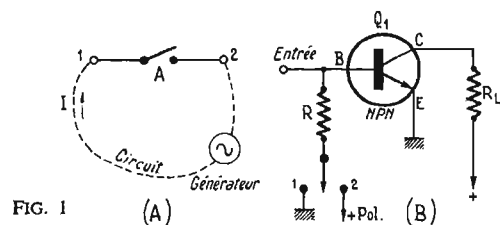

FIG. 1
Considérons d'abord sur le commutateur le plus simple, l'interrupteur, représenté en (A) figure 1, en position « coupé ». Si les points 1 et 2 sont connectés à une source de courant, le circuit est coupé et le courant I ne passe pas donc  $I = 0$ . Si au contraire, l'interrupteur I est en position « contact », le circuit est fermé et le courant I passe, prenant une certaine valeur  $I = I_0$ .
le montre la figure 1 (B). Lorsque R est à la masse, la base B est à un potentiel proche de celui de l'émetteur E, le transistor est **bloqué**, donc non conducteur et aucun courant ne passe dans le circuit du collecteur C, par exemple la résistance  $R_L$ . Donc, dans ce cas, l'entrée n'admet aucun signal. En tant que **porte**, cette entrée est **fermée**, mais si l'on considère le transistor comme un commutateur, le circuit de ce transistor doit être considéré comme un commutateur ouvert.